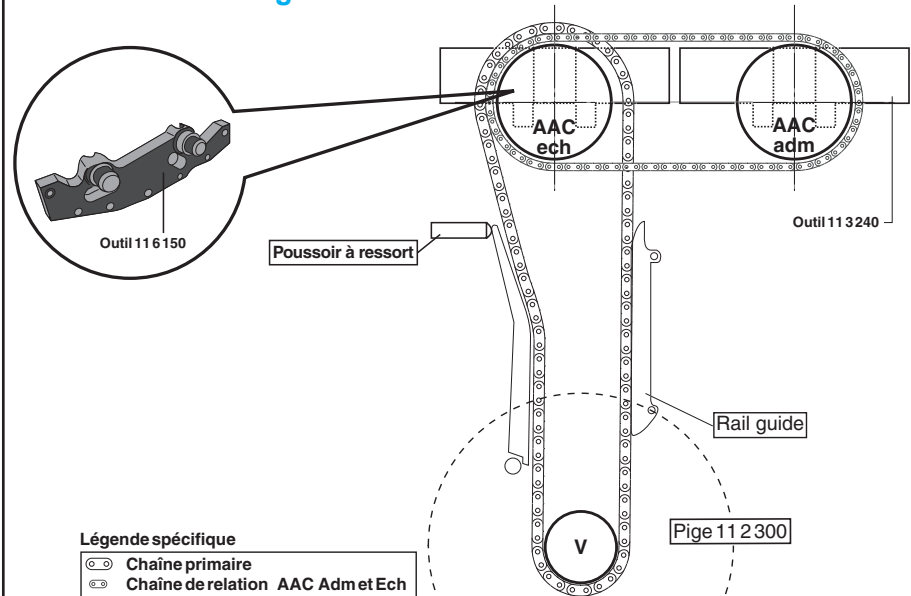

Fig.Mot.23
- Enfoncer l'outil **11 3 340** jusqu'en butée (Fig.Mot.23).